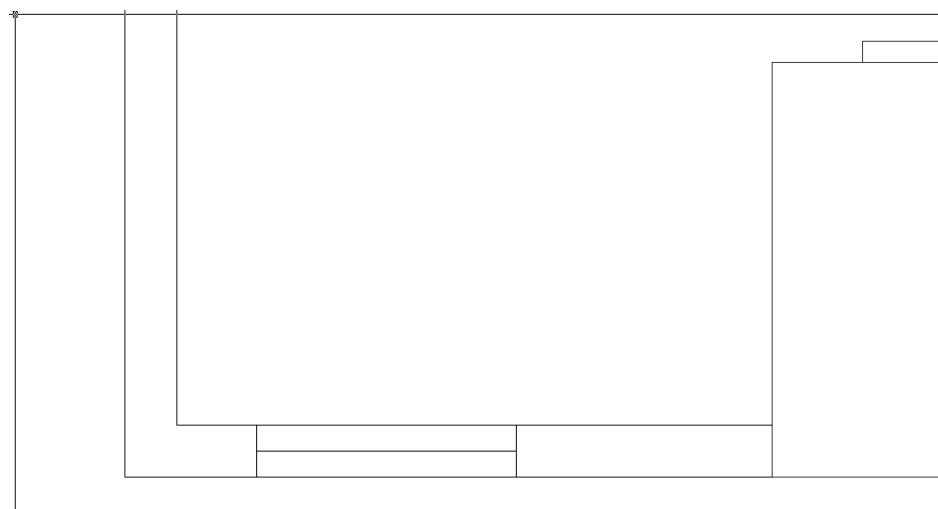

Рис. 7.21 ▼ Элементы чертежа, из которых будет создан объект оконного блока
8. Нажмите **Enter**, чтобы завершить команду **Отрезок** (LINE). Чертеж должен выглядеть примерно так, как показано на рис. 7.21.